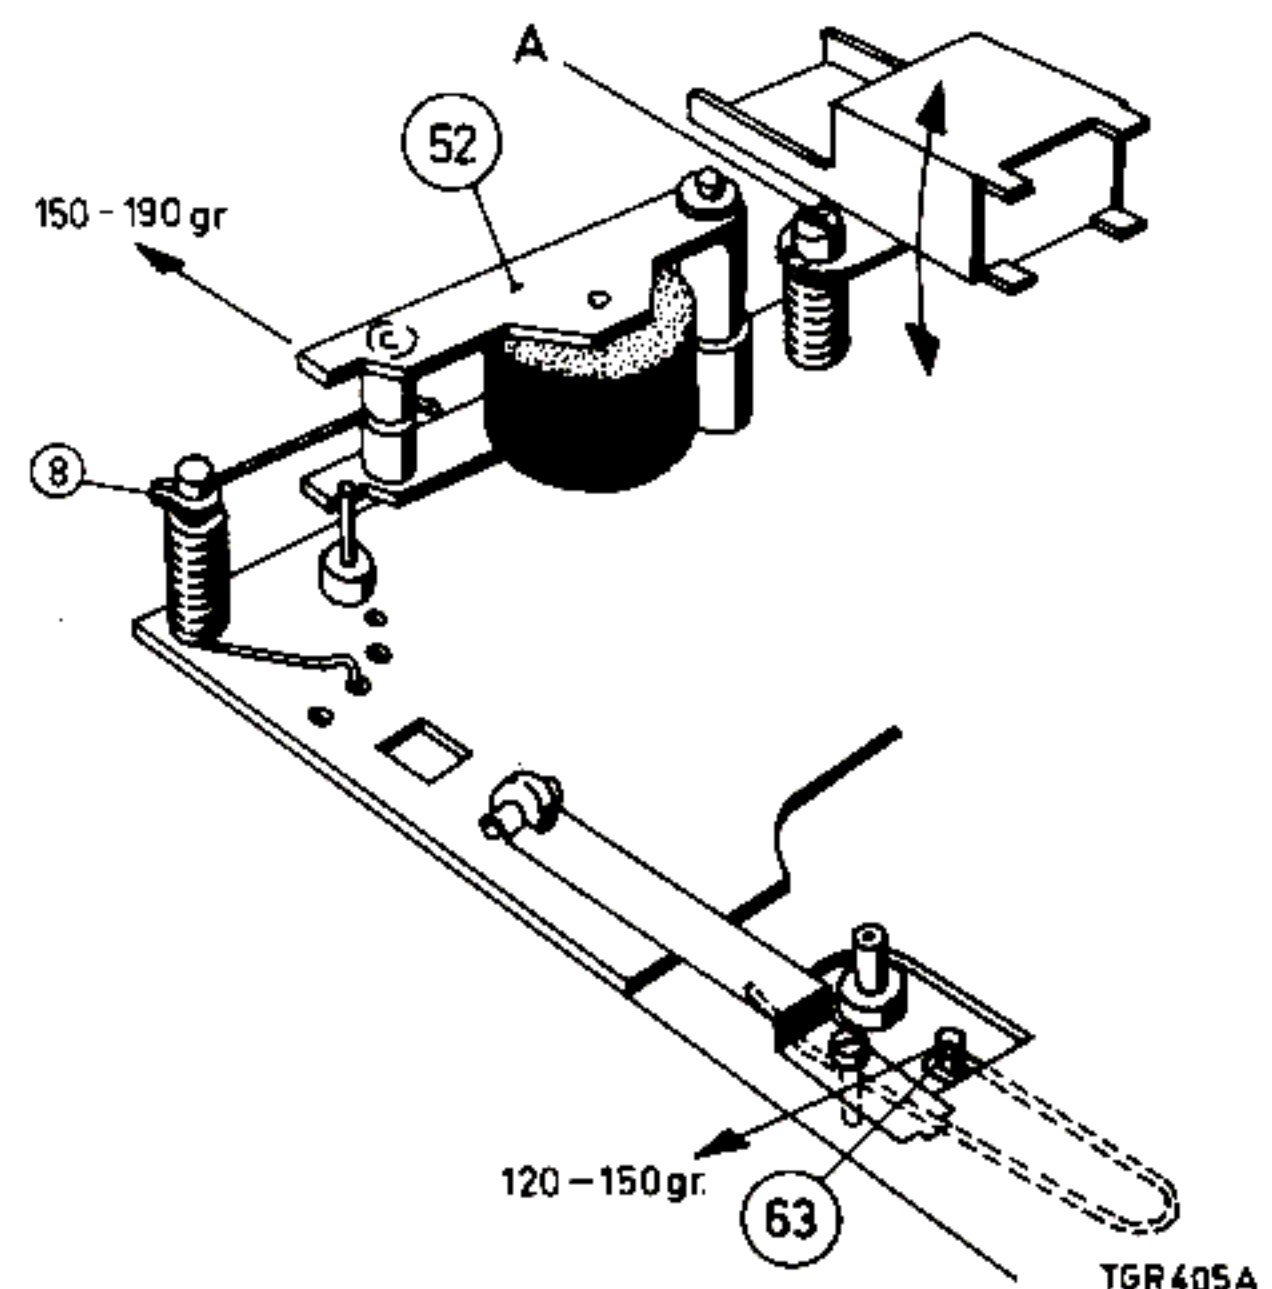

Fig. 10
## Opspoelfricctie fig. 10
- . De druk van het speelwiel tegen de rechter spoel-schotel moet  $135 \pm 15$  gr. bedragen, zie fig. 10.